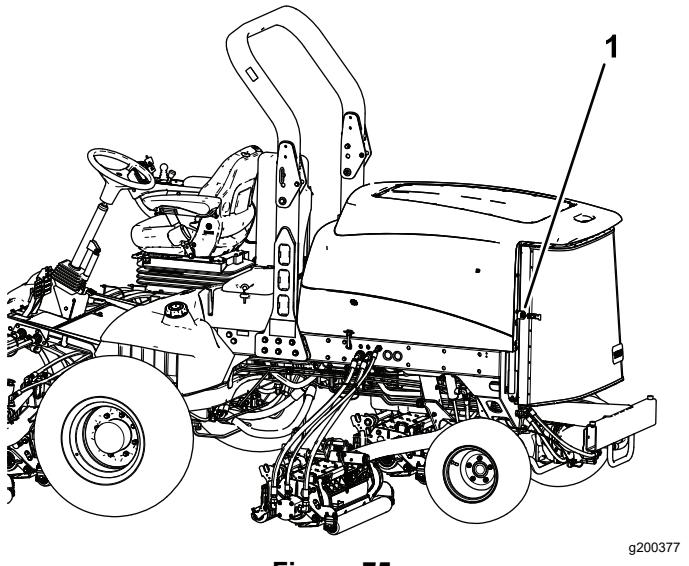

Figura 75
2. Sbloccate la griglia posteriore ed apritela (Figura 75).